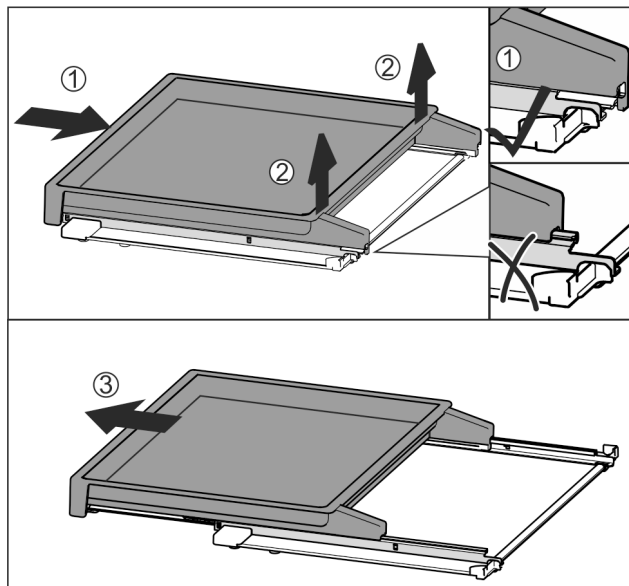

Fig. 114
- Împingeți complet raftul extractibil în interior Fig. 114 (1).
- Desfaceți blocarea din partea din spate Fig. 114 (2).
- Extrageți raftul extractibil către înainte Fig. 114 (3).